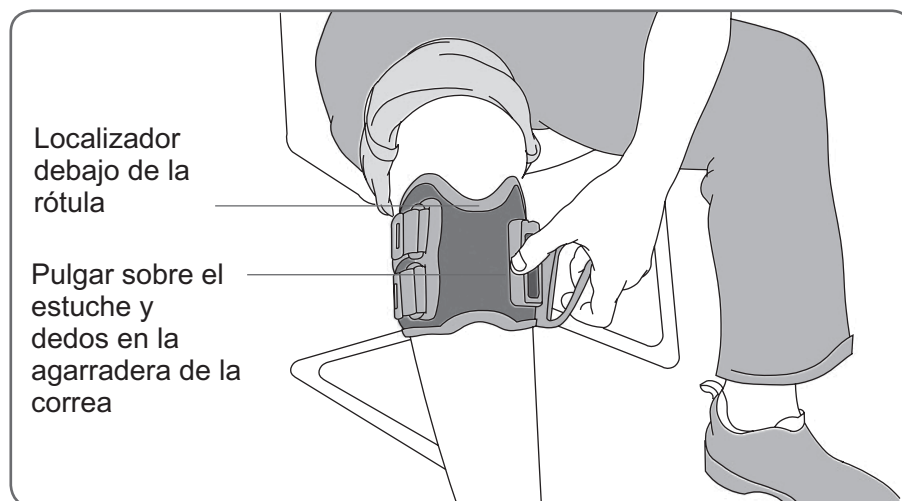

Figura 6: Cómo abrochar la correa de la banda de EF.
6. Aferre la agarradera de la correa de la banda de EF. Vea la Figura 6. Con su pulgar sobre el estuche de la banda de EF, asegure la agarradera de la correa alrededor del estuche.